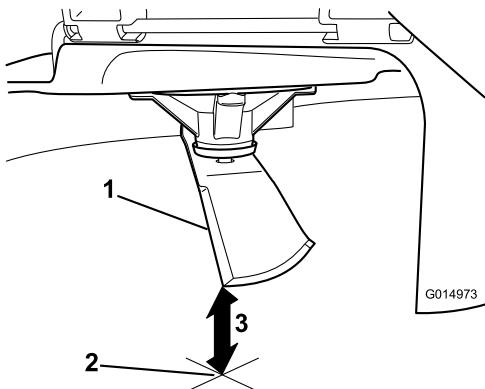

Figura 75
- Mida desde la punta de la cuchilla hasta la superficie plana (Figura 75).